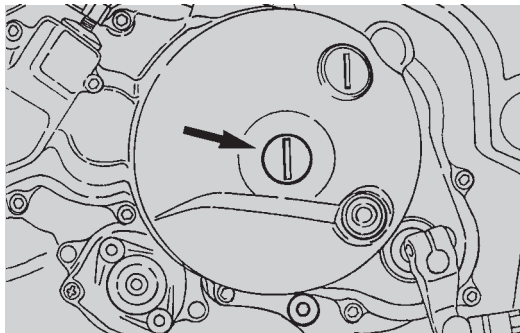

Fig. 19
- dévisser le couvercle du carter de l'embrayage à l'aide d'un tournevis ou d'une pièce de monnaie (Fig.19);